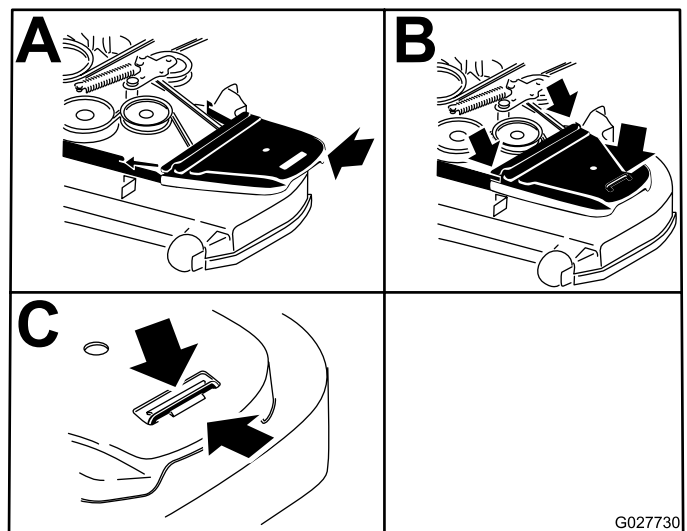

Figure 94
- Reposez le couvercle de la courroie en le glissant sous les retenues latérales et en veillant à faire passer la languette sous la retenue en métal (Figure 94).